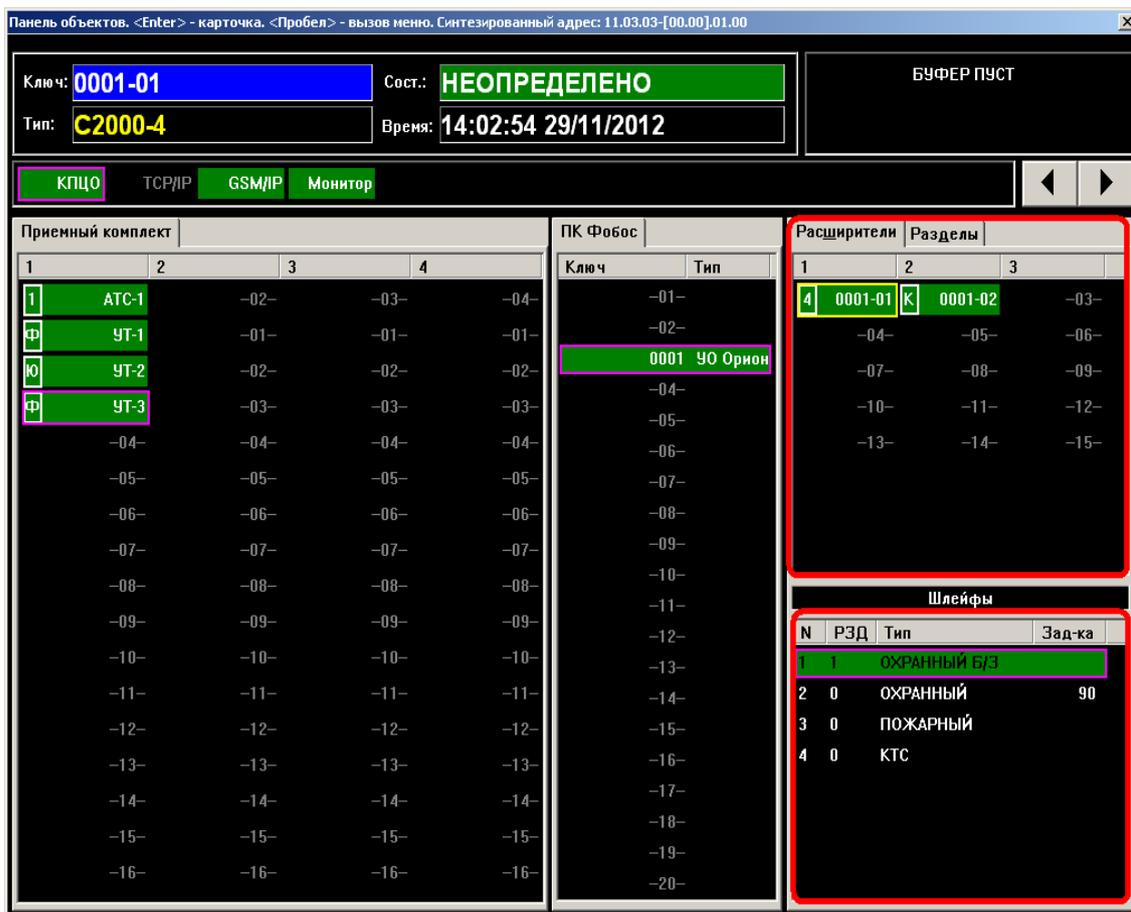

Рисунок 5.81. Отображение «УО Орион» на панели объектов
После добавления устройства в поле **отображения устройства** панели объектов (п. 3.1.5.1, на рисунке 3.36 поле обозначено как №8) будут отображаться вкладки с перечислением расширителей и разделов «УО Орион», а при выборе расширителя или раздела в поле **отображения шлейфов выбранного устройства** (на рисунке 3.36 обозначено как №9) отобразится список шлейфов расширителя или раздела (рисунок 5.81).
1. Выделите в окне **Панель объектов** в поле **отображения устройства** на вкладке **Расширители** (рисунок 5.81) свободную ячейку.